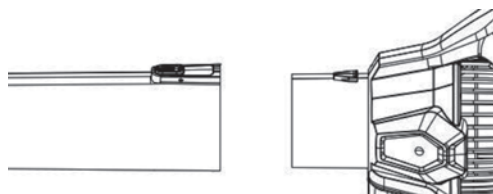
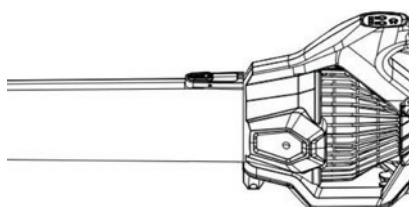

Рис. 2
Рис. 3
2. Совместите трубу с выступом на корпусе воздуходувки (рис. 2). Установите трубу на корпус воздуходувки до щелчка фиксатора (рис. 3).